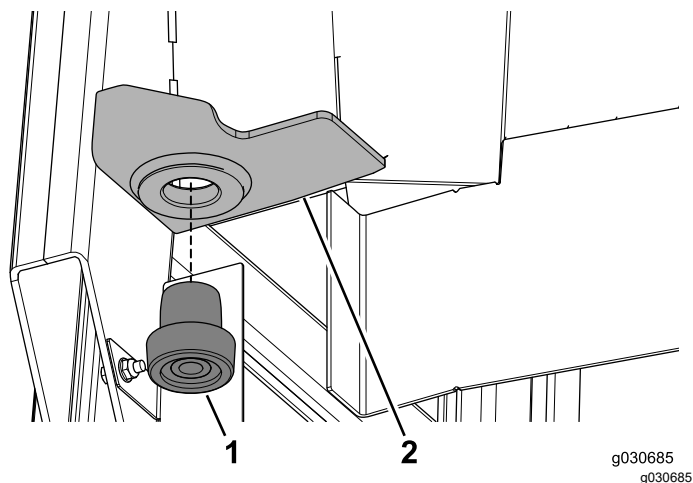

Figure 11
1. Poussez un support élastique dans le trou du support arrière gauche sur le cadre de la cabine (Figure 11).